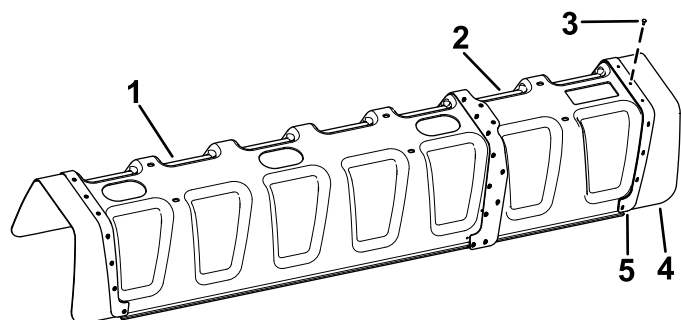

图7
- 使用 11 个弹伸铆钉 (3/16 x 1/2 英寸) 和垫圈 (3/16 英寸), 将橡胶盖和加强板 (从 11 喷嘴护罩) 安装至 12 喷嘴护罩 (图7)。